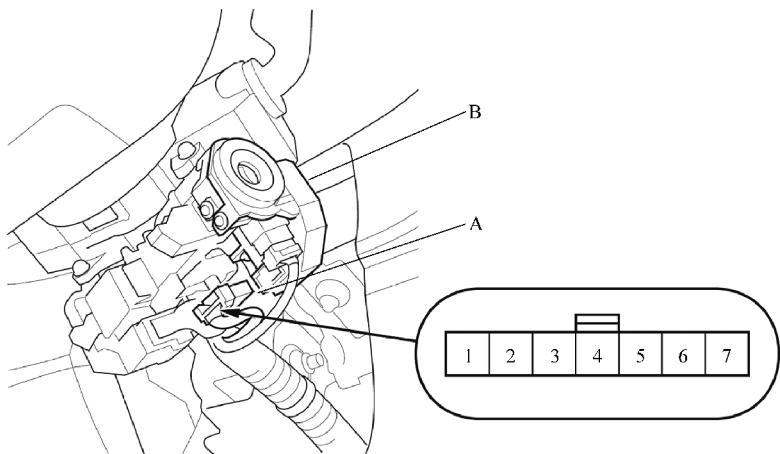

图 29-1 发动机防盗锁止控制单元插接器
- 2) 将7 针插接器 A 从发动机防盗锁止无钥匙控制单元 B 上断开，如图 29-1 所示。